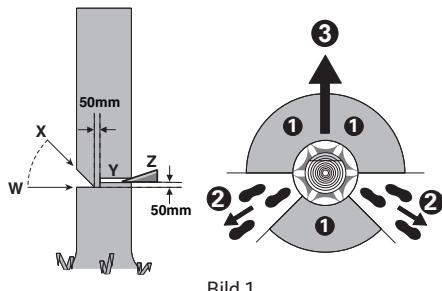

Bild 1
Flytvägen bör gå bakåt och diagonalt relativt den bakre delen av den förväntade fallriktningen, så som visas på bild 1.
Gör skåran till 1/3 djup av trädets diameter, vinkelrätt mot fallriktningen, så som visas på bild 1. Såga först det undre vågräta riktskäret (W). Härvid undviks inklämning av sågkedja eller styrskena vid sågning av övre riktskär (X).
Gör fällskäret minst 50 mm högre än det horisontella riktskäret (Y), så som visas på bild 1. Fällskäret bör vara parallellt med riktskäret. Gör fällskäret endast så djupt att en brytmän blir kvar (brytlist) som fungerar som ett gångjärn. Brytmånen hindrar trädet från att vrinda sig och falla i fel riktning. Såga inte av brytmånen.
När trädet börjar falla, ska kedjesågen tas ur skäret, fränkopplas och läggas bort samt den som sågat ska lämna riskområdet via planerad reträttväg (②). Se till att du inte snavar över grenar och kvistar som fallit ned. (Se Bild 1)